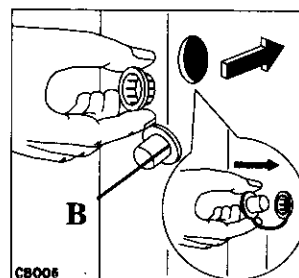

Fig. 4
- Les ouvertures désormais visibles doivent être fermées avec les caches (B) qui se trouvent dans la pochette jointe à l'appareil (fig. 4), sans oublier de rabattre la capsule centrale.